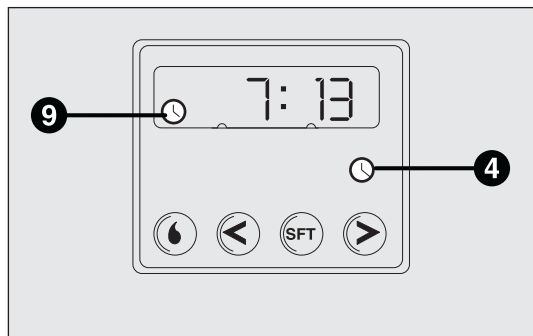

рис. 58
- Нажмите кнопку 4: включается дисплей и контрольная лампа 9 – рис. 58;
Проверка текущего времени – рис. 58